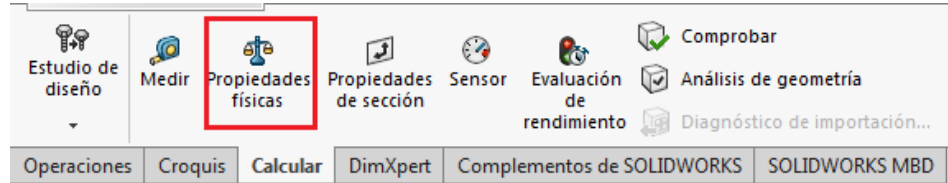

Ilustración 76
Paso 1: Con la pieza anterior se da clic en la pestaña **Calcular**, y allí se da clic en **Propiedades Físicas** (ver ilustración 76)